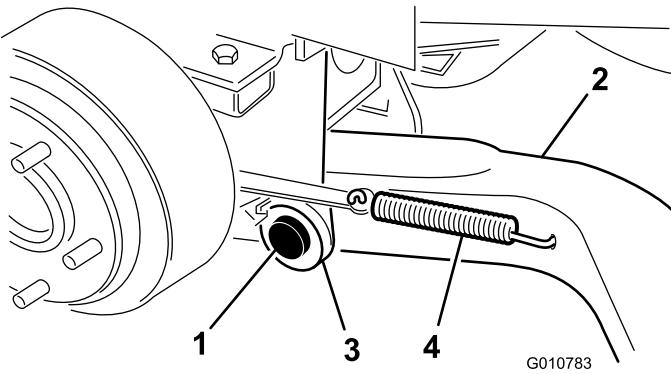

Figura 4
4. Monte un brazo de elevación (con el extremo de la articulación esférica hacia fuera) en el soporte de giro con un pasador de giro y una chaveta (5/32 x 1-3/4 pulg.) (Figura 4).
6. Enganche el muelle de retorno del freno en el taladro del brazo de elevación (Figura 4).